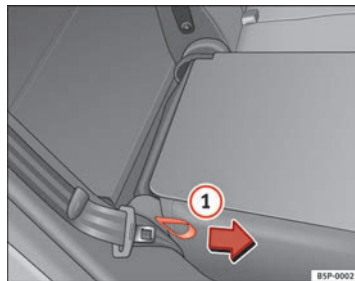

Fig. 101 Ribaltamento dello schienale dei sedili
- Tirare in direzione della freccia la maniglia flessibile che si trova su un lato del sedile ⇒ fig. 101 ① e fissare lo schienale.